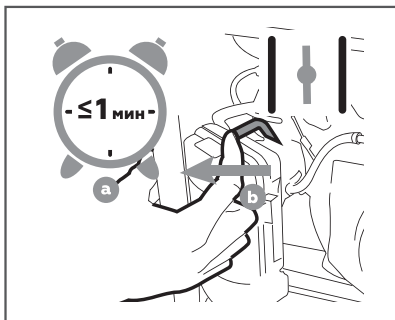

Рис. 15 Открытие воздушной заслонки карбюратора
- По мере прогрева двигателя постепенно открывайте воздушную заслонку (Рис. 15б). Прогрев двигателя в зависимости от температуры окружающей среды занимает около 1 минуты (Рис. 15а).